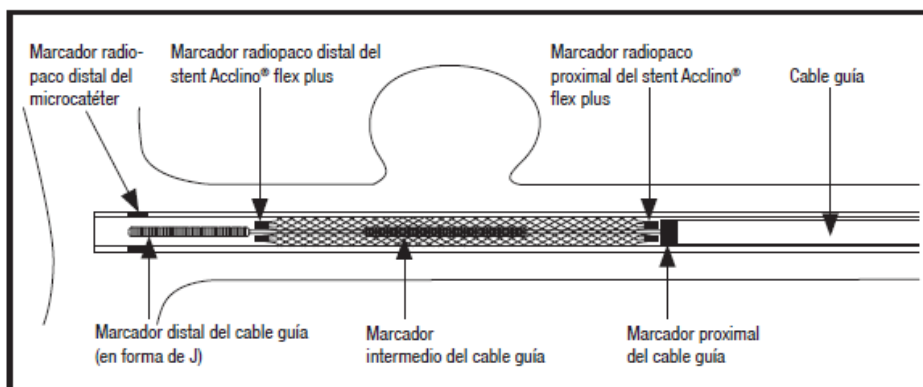

Figura 2: Colocación del stent en el microcatéter
- Coloque el stent de tal forma que la punta del marcador distal del cable guía se solape con el marcador radiopaco distal del microcatéter y el marcador intermedio del cable guía quede centrado bajo el cuello del aneurisma (véase la figura 2).